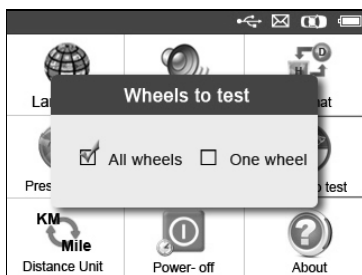

Рисунок 3.8
- 2) В окне **Wheels to Test [Проверяемые колеса]** с помощью кнопок прокрутки **влево/вправо** выберите режим **All Wheels [Все колеса]** или **One Wheel [Одно колесо]**, используемый при проверке датчиков TPMS. (См. рисунок 3.8)